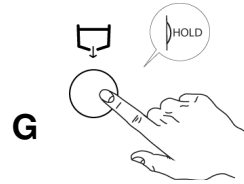

Fig.42
- 2- Appuyer pour tout le temps de la décharge le bouton "I" vidange de l'eau. (Fig.42)